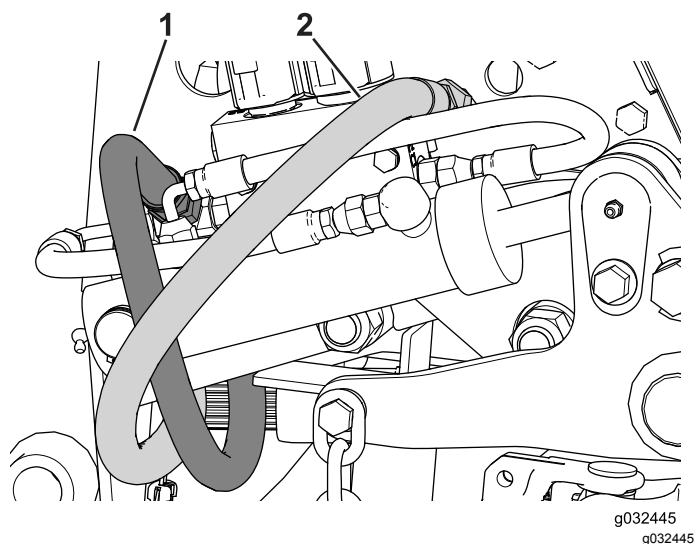

Figura 124
4. Conecte la manguera de retorno hidráulico al orificio T de la válvula de control (Figura 124).
- Conecte la manguera hidráulica de alimentación al orificio P2 de la válvula de control (Figura 124).